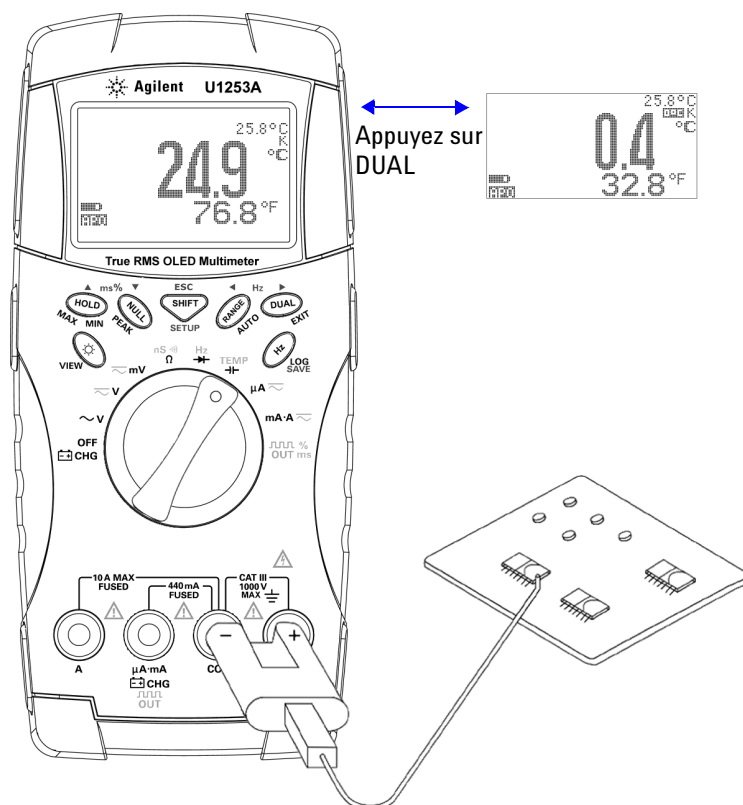

Figure 2-12 Mesure de température de surface
- 3 Branchez l'adaptateur de thermocouple (la sonde à thermocouple étant connectée) aux bornes d'entrée **TEMP (rouge)** et **COM (noire)** (reportez-vous à la Figure 2-12 à la page 51).